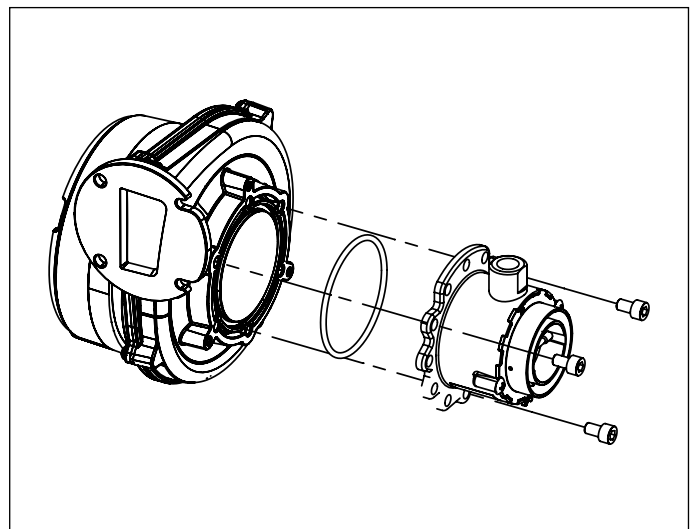

Рис. 27 Змішувач
- Зняти змішувальний вузол, відкрутивши три гвинта з циліндричною головкою (дивись Рис. 27 Змішувач).